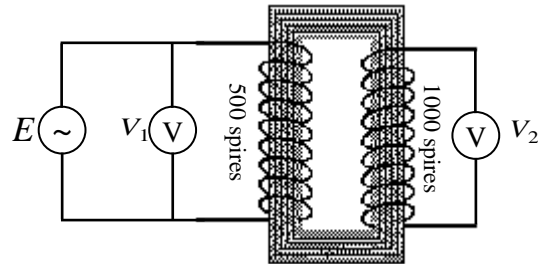

Figure 11. 5: Transformation de la tension
- Réaliser le montage de la Figure 11. 5.